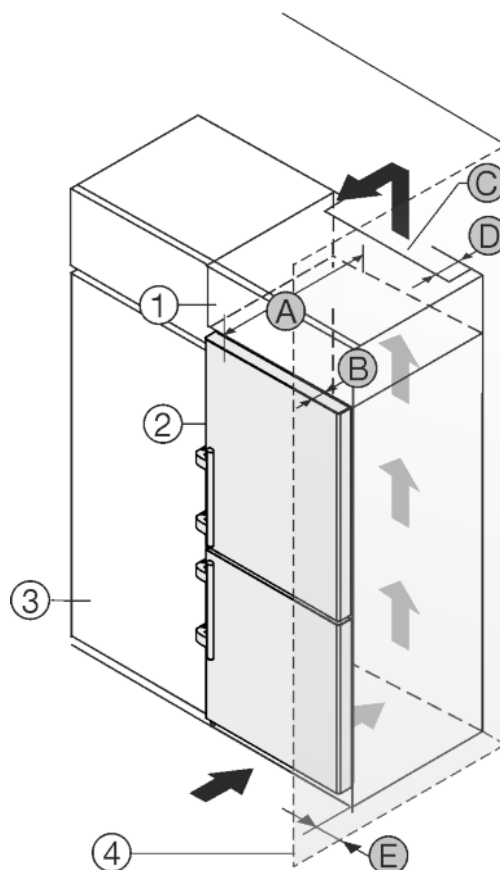

Fig. 13
Okoli naprave lahko vgradite kuhinjske omare. Za poravnavo naprave Fig. 13 (2) s kuhinjskimi elementi lahko nad napravo postavite ustrezno nadgradno omarico Fig. 13 (1).
Napravo lahko postavite neposredno zraven kuhinjske omare Fig. 13 (3). Da vrata lahko odpirate, mora naprava štrleti ven vsaj za globino Fig. 13 (B) glede na fronto kuhinjske omare. Odvisno od globine kuhinjskih omar in uporabe stenskih distančnikov lahko naprava štrli bolj ven.
Če je naprava postavljena neposredno poleg kuhinjske omare Fig. 13 (3), je potreben odmik vsaj 5 cm do naprave. Da vrata lahko odpirate, mora naprava štrleti ven vsaj za globino Fig. 13 (B) glede na fronto kuhinjske omare. Odvisno od globine kuhinjskih omar in uporabe stenskih distančnikov lahko naprava štrli bolj ven.
- Na zadnji strani nadgradne omare mora biti zaradi prezračevanja in odzračevanja po vsej širini nadgradne omare prezračevalni jašek globine Fig. 13 (D).
- Pod stropom je treba upoštevati presek prezračevanja Fig. 13 (C).
Če napravo s tečajji postavite poleg stene *Fig. 13 (4)* morate upoštevati razdaljo *Fig. 13 (E)* med napravo in steno. To ustreza velikosti ročaja pri odprtih vratih.